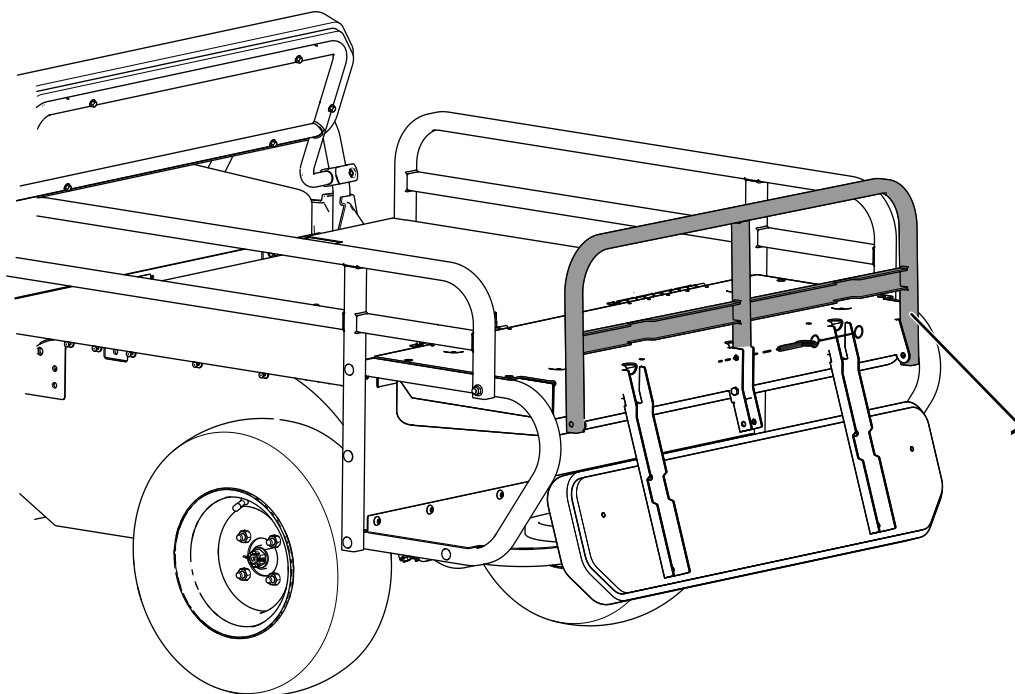

Figure 14
4. Rabattez le support du dossier et remettez la goupille rapide en place, comme montré à la Figure 14.